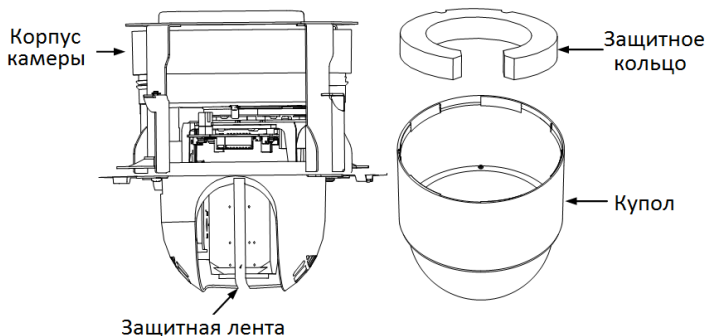

Рисунок 1-30 Демонтаж камеры
11. Рисунок 1-30 Демонтаж камеры